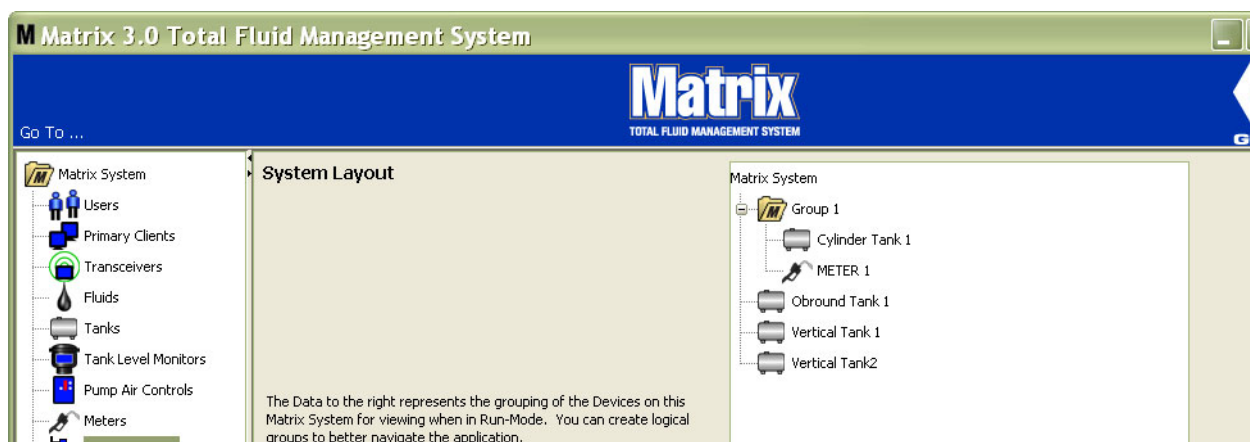

Рис. 132
12. После создания или внесения изменений в папки групп нажмите кнопку «OK» [OK], чтобы закрыть окно и сохранить изменения. Созданная группа(-ы) отображается в столбце «Matrix System» [Система Matrix] (Рис. 132).